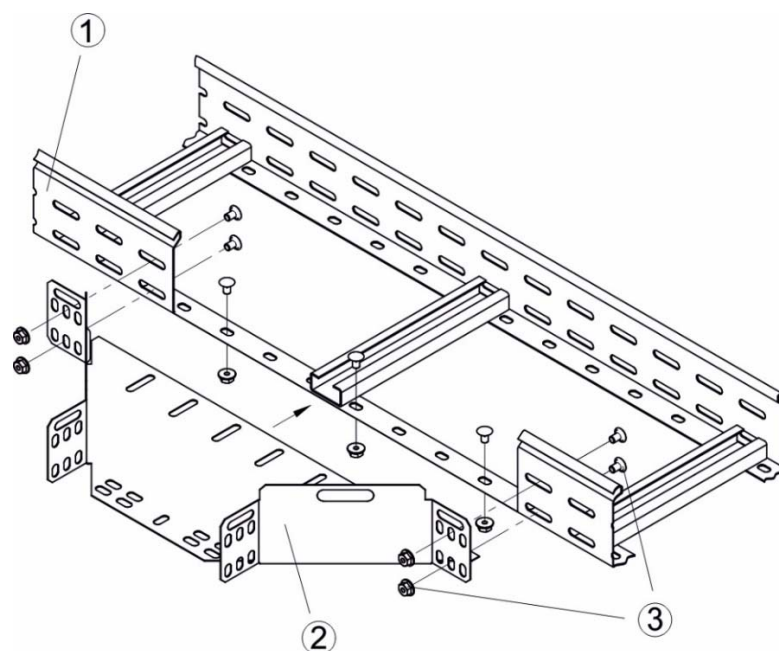

Рисунок 42
7.11.1 Развести крепежные лепестки отвода Т-образного позиция 2 (рисунок 42) до положения, в котором они будут параллельны боковой грани лотка.